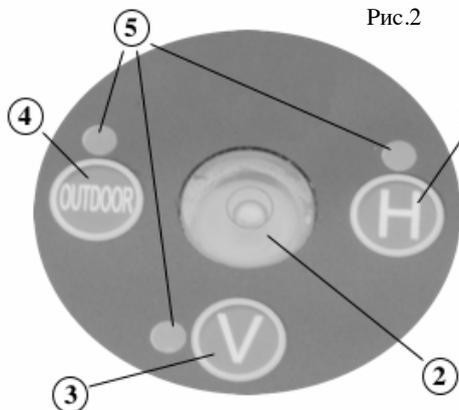

Рис.1
3. С использованием ремня для переноски (см. п.4, рис.1) перенесите устройство на открытое место, находящееся в визуальной доступности от объектов, на которые планируется осуществлять проецирование плоскостей нивелирования.
4. Установите устройство на горизонтальную поверхность. С помощью регулируемых по высоте ножек (см. п.6, рис.1) произведите горизонтальное выравнивание устройства. Для контроля правильности расположения нивелира используйте встроенный пузырьковый уровень, расположенный на панели управления в верхней части прибора (см. п.11, рис.1).
Если прибор находится в выключенном состоянии (положение **OFF** ручки включения/выключения), переведите ручку включения/выключения (см. п.9, рис.1) в положение **ON**.
Если проецируемая плоскость мигает, это означает, что устройство установлено на поверхности или штативе со значительным отклонением от горизонтального положения и сенсор не может произвести самовыравнивание. В этом случае произведите горизонтальное выравнивание устройства, используя для контроля корректности установки устройства встроенный пузырьковый уровень, расположенный на панели управления в верхней части прибора (см. п.11, рис.1).
Если прибор находится во включенном состоянии (положение **ON** ручки включения/выключения), переведите ручку включения/выключения (см. п.9, рис.1) в положение **OFF LOCK**.
Для грубой регулировки положения лазерных модулей вращайте корпус устройства (см. п.2, рис.1) относительно поворотной платформы (см. п.7, рис.1). Тонкая регулировка положения может производиться при помощи подстроечного винта тонкой регулировки (см. п.5, рис.1).
Для управления режимами работы горизонтального лазерного модуля используется кнопка **H** (см. п.1, рис.2) на панели управления устройством (см. п.1, рис.1). Последовательные нажатия этой кнопки приводят к переключению на очередной режим.
Для управления режимами работы вертикальных лазерных модулей и модулем точки отвеса используется кнопка **V** (см. п.3, рис.2) на панели управления устройством (см. п.1, рис.1). Последовательные нажатия этой кнопки приводят к переключению на очередной режим.
Для управления режимами работы устройства в помещении или на улице используется кнопка **OUTDOOR** (см. п.4, рис.2) на панели управления устройством (см. п.1, рис.1). Последовательные нажатия этой кнопки приводят к переключению между режимами.